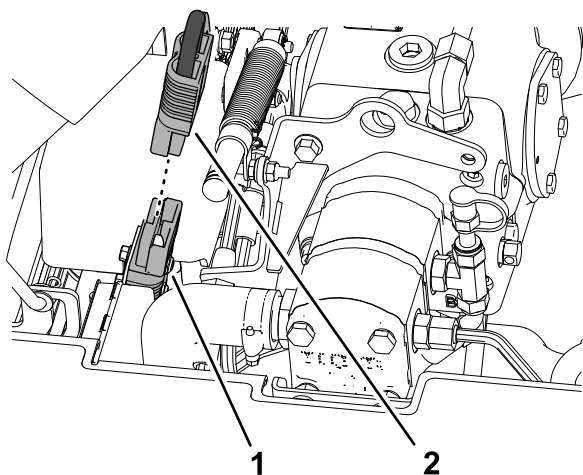

Рисунок 33
1. Нанесите диэлектрическую консистентную смазку на поверхности контактов перемычки отключения аккумулятора (Рисунок 33).